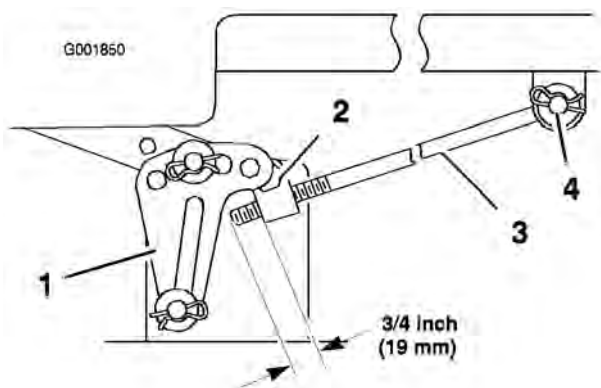

Figure 43
- Mesurez la longueur de tige qui dépasse du bloc de réglage sur les côtés du châssis (Figure 43).
- Si la longueur n'est **pas** égale à 19 mm (3/4 pouce), retirez la goupille fendue et la rondelle de l'extrémité de la tige (Figure 43), puis vissez ou dévissez la tige jusqu'à obtention de la longueur requise.